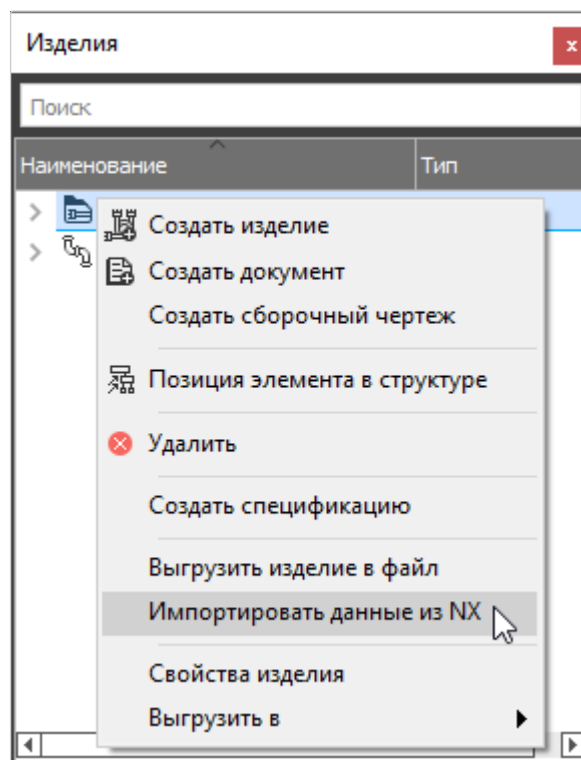

Рисунок 295. Загрузка данных изделия из файла
- 2) В открывшемся контекстном меню выбрать пункт «Импортировать данные из NX» (см. рисунок 295).